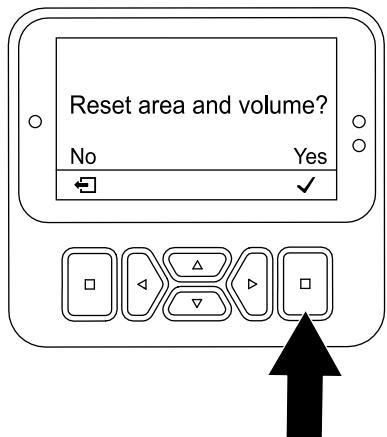

図 101
5. 領域と体積のリセット画面で、選択ボタンを押す(図 101)。